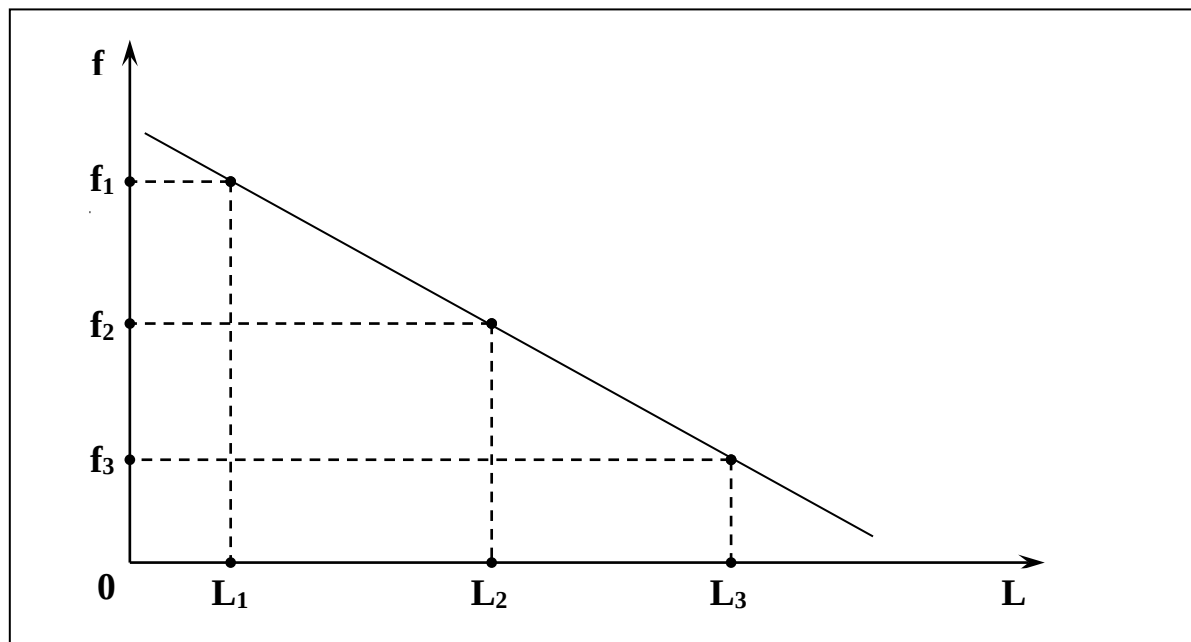

Рис. 10. Зависимость уровня от средней частоты следования импульсов.
Целью градуировки уровнемера является задание функциональной зависимости между входным параметром - средней частотой следования импульсов от БД и основным измеряемым параметром – уровнем. Зависимость реализуется с помощью кусочно-линейной аппроксимации (рис. 10).
2.5.3.2 Проверить правильность определения градуировочных точек путем построения графика (см. рис. 10). При переносе записанного архива в компьютер график градуировочной зависимости можно увидеть на экране. При желании его можно распечатать на принтере. Обратитесь к документу «Руководство пользователя. Программа ArcReaderPjt».